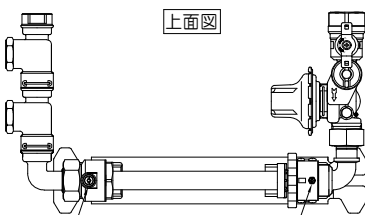

図.12
- 2.本製品は一次側弁箱部に仮止め用ボルトを設けておりますので配管設置時に向きを仮調整することが可能です。(図.12)
③ 配管終了後の洗管
①パイプシャフト内配管と本製品の配管は減圧弁カセット取付前(Uキャップ接続状態)にフラッシングにより管内の異物を十分除去し洗管してください。フラッシング終了後、ストレーナの清掃を行ってください。ストレーナの清掃方法は本書の要領に従ってください。(⑦参照)
④ 水道メーター・代用管(耐圧検査兼用具)の設置および交換方法
- 1.本製品内蔵の止水栓を閉じた後、圧力を抜くために上面図(図.12)の水抜きプラグを緩めるまたは二次側の水栓を開いてください。
① 止水栓は、中間開度で使用しますと、弁体の磨耗、振動、騒音の発生を招く恐れがあり、止水不良の原因となりますので、全開・全閉でご使用ください。また、開閉操作はゆっくりと行ってください。
⑦ ストレーナの掃除方法
- ①1.本製品内蔵の止水栓を閉じた後、圧力を抜くために上面図(図.12)の水抜きプラグを緩めるまたは二次側の水栓を開いてください。
⑧ 逆止弁ユニットの交換方法
⑨ 減圧弁カセットおよびUキャップの交換方法
- ①1.本製品内蔵の止水栓を閉じた後、圧力を抜くために(図.12参照)水抜きプラグを緩めるまたは二次側の水栓を開いてください。